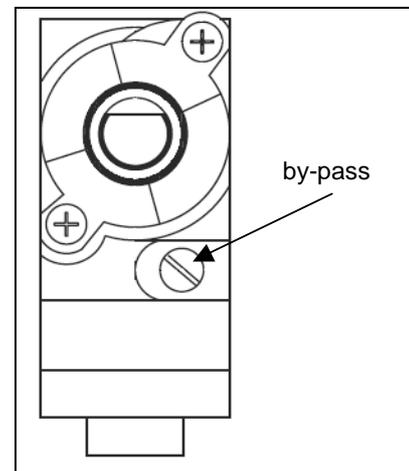

fig. 21
4. Dévissez ou vissez la vis pointeau (qui se trouve au-dessous de l'axe robinet fig.21) jusqu'à l'obtention d'une flamme très courte mais stable pour le gaz naturel. Pour le gaz butane - propane, vissez totalement la vis dans le sens des aiguilles d'une montre.